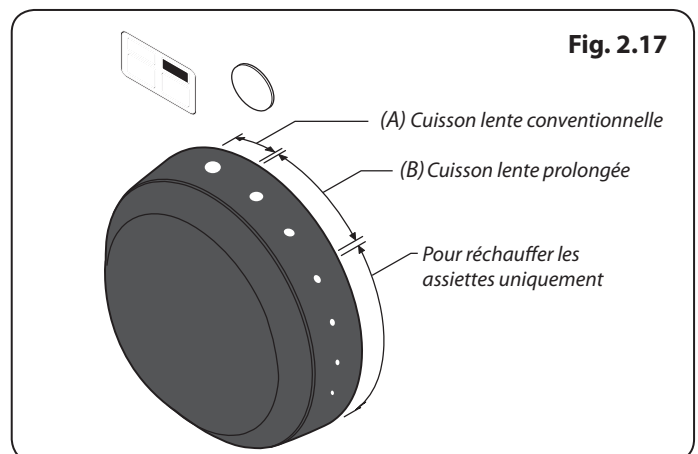

Fig. 2.17
Le bouton de température gradué du panneau de commandes (**Fig. 2.17**) permet une cuisson lente sur plusieurs heures (A) ou toute la journée lorsque vous vous absentez (B).